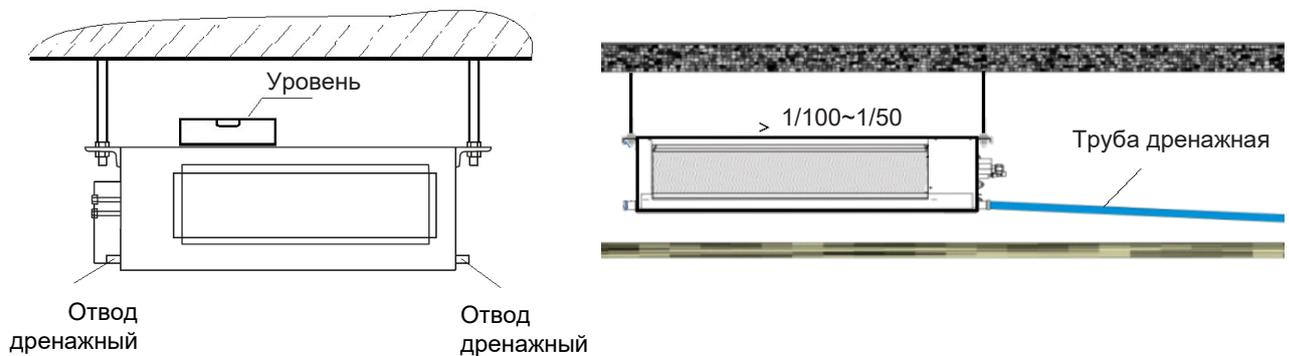

Рис.2.11
- Монтаж блока производить по уровню с уклоном $1/100 \sim 1/50$ в сторону дренажных отводов (рис.2.11).